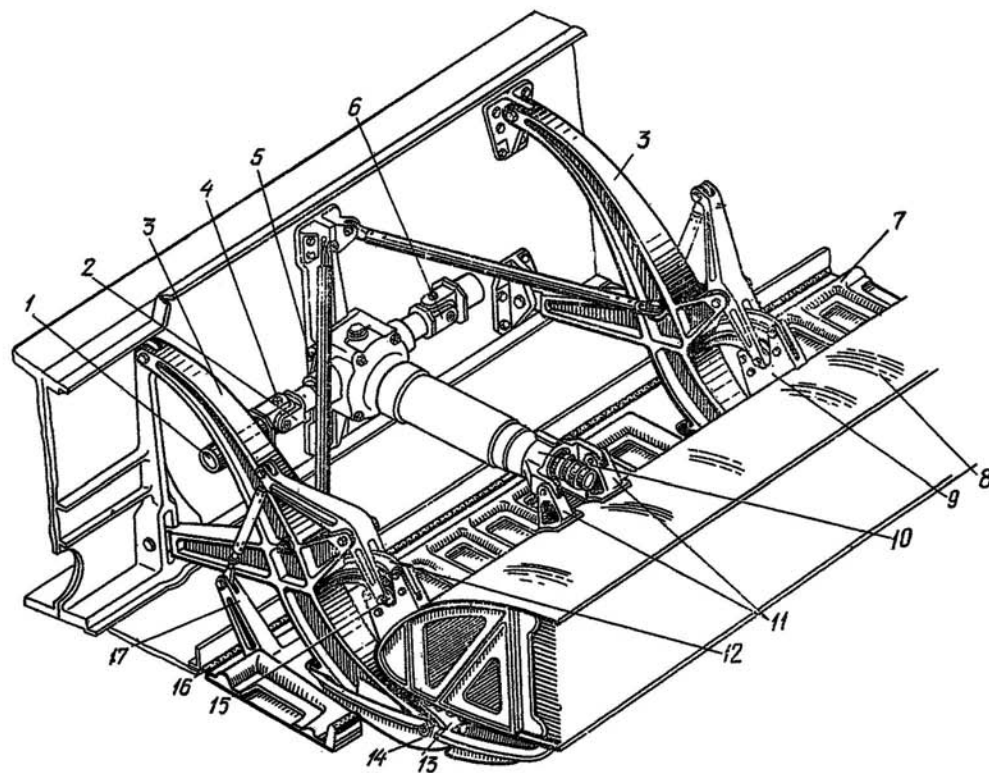

Рис. 1.5. Подвеска однощелевого закрылка:
6. Расплентуйте гайки на болтах крепления вилки подъемника 10 (рис.1.5) к кронштейнам II закрылка, отверните гайки, снимите шайбы.